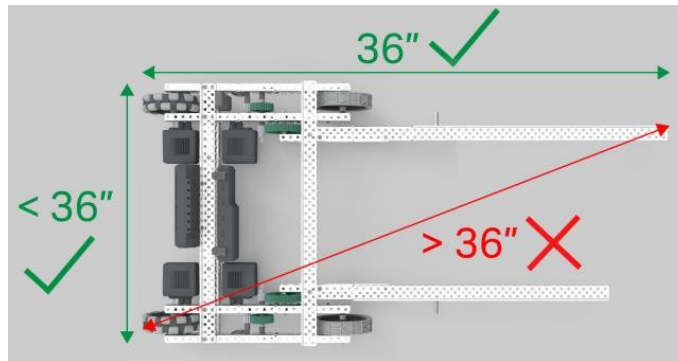

图 28 合规及违规的“点对点”的展开尺寸示例
7.4.3.2 比赛开始时，每台机器人的尺寸不得超出长 457mm、宽 457mm、高 457mm。比赛一旦开始，机器人可以伸展，机器人垂直展开没有限制，但是水平展开受到限制，水平方向的尺寸不得超过 914.4mm。此规定是点对点的直线水平尺寸限制，测量的是展开的机器人的水平尺寸，不是三维空间。如图 28 所示。如果机器人翻倒，也要考虑此限制，即该限制不“与机器人一起旋转”。例如，在赛局中翻倒或在提升时改变方向的机器人仍受 914.4mm 的水平限制。此规则的主要目的是限制防御性水平展开。